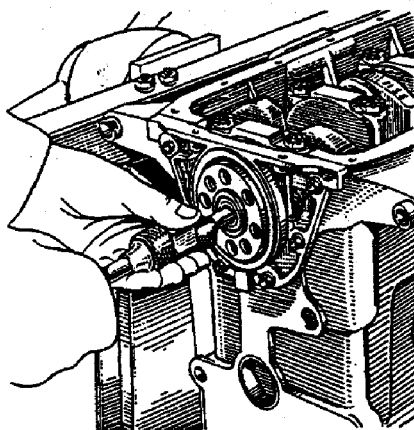

Fig. 2-11. Remoção do rolamento de apoio da árvore primária
21. Com o auxílio da ferramenta A.40006, remover o rolamento de apoio da árvore primária da caixa de mudanças, de seu alojamento, na árvore de manivelas (fig. 2-11).